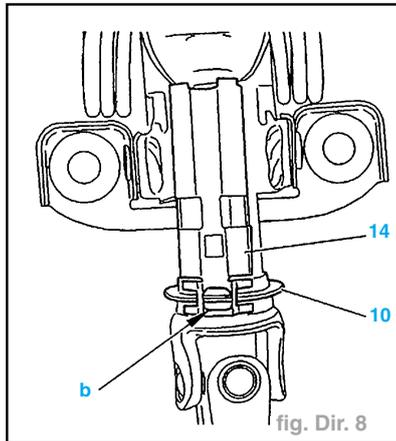
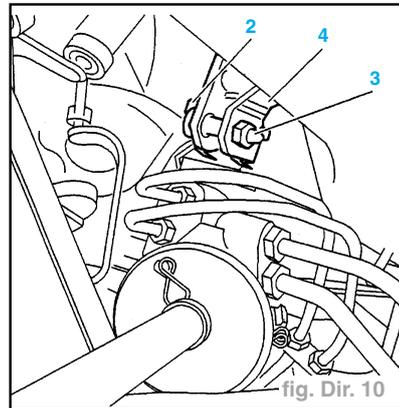
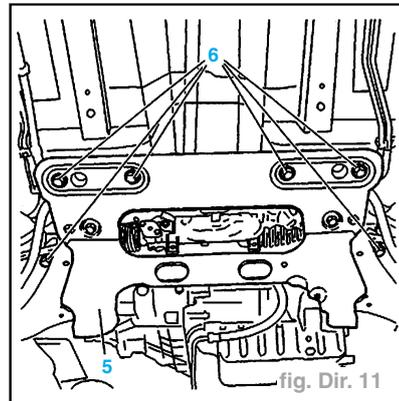

fig. Dir. 8
fig. Dir. 10
fig. Dir. 11
- Centrer la bague (10) par rapport à l'agrafe (14) (fig. Dir. 8).
- Poser l'outil (1) sur l'agrafe (14).
- les écrous (8) : serrer à **2,5 daN.m.**,
- les vis (5) : serrer à **2,5 daN.m.**,
- la vis (4) : serrer à **2,5 daN.m.**
- le collier (13),
- le gabarit (9) ou l'outil (1).
- Écarter l'agrafe (2) (fig. Dir. 10).
- Déposer la vis (3).
- Repérer la position du cardan (4).
- Désaccoupler le cardan (4) de la direction.
- Déposer les vis (6) (fig. Dir. 11).
- Déposer avec précaution l'écran thermique (8).